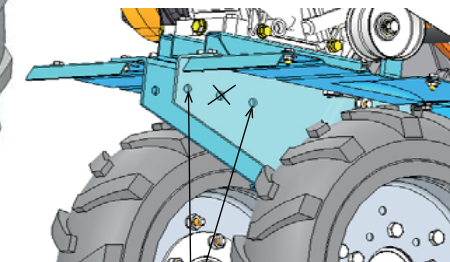

рис. 6
рис. 6а
1.3 Установить и закрепить штырь (1) сцепного устройства через отверстия (5) в угольниках (рис.6) с помощью двух болтов, шайб и гаек М10 (2,3,4) (рис.6а).